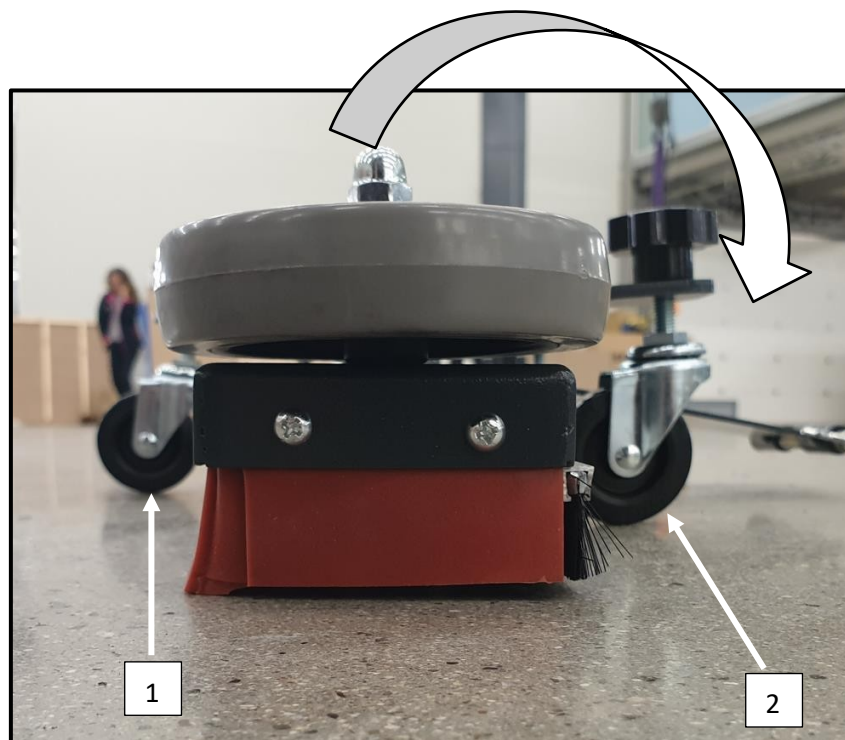

Figure 12.2
Pour une meilleure aspiration, vous devez créer un angle comme indiqué sur la figure 12.2. en réglant les roues pos. 1 et 2. Assurez-vous que la brosse touche le sol et que la lèvre avant en silicone est légèrement surélevée par rapport au sol afin de permettre au lisier de pénétrer à l'intérieur de l'outil et d'être aspiré.